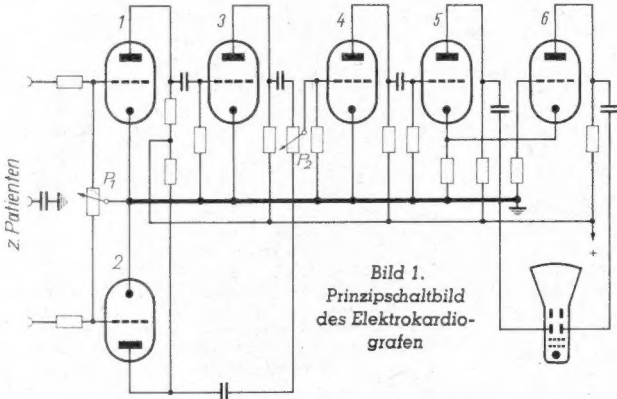

Bild 1. Prinzipschaltbild des Elektrokardiografen
Der Aufbau ist durch folgende Eigenschaften gekennzeichnet: der Verstärker arbeitet mit sechs Röhren und verwendet eine Differentialschaltung mit Phasenumkehrrohre (3), um äußere Störspannungen am Verstärkereingang zu kompensieren (Bild 1). Da die Störspannungen am Eingang gleichphasig auftreten, können sie mit Hilfe der Potentiometer 1 und 2 für das Gitter der Röhre 4 kompensiert werden (Tönnies). Abschirmmaßnahmen am Patienten sind praktisch nicht mehr erforderlich. Die Endstufe ist als Gegentaktverstärker mit Katodenkopplung ausgebildet und liefert an die Ablenkelektroden der Braunschen Röhre gleich große Spannungen. Durch diese symmetrische Speisung wird